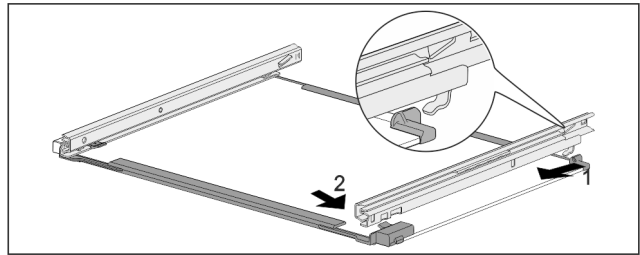

Fig. 158 Üveglap sínekkal
- ▶ Akassza be hátul a sínt. Fig. 158 (1)
- ▶ Elöl pattintsa be a sínt. Fig. 158 (2)